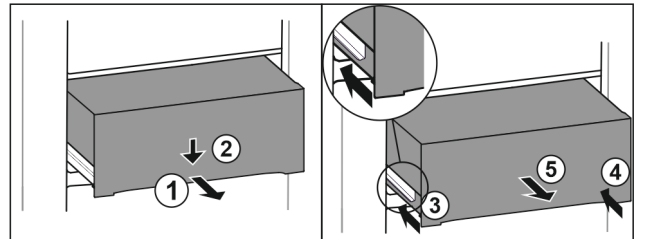

Fig. 113
- ▶ 将抽屉拉出一半。 Fig. 113 (1)
- ▶ 朝下按压正面的抽屉。 Fig. 113 (2)
- ▶ 将左侧轨道推入大约 2 cm。 Fig. 113 (3)
- ▶ 将右侧轨道推入大约 2 cm。 Fig. 113 (4)
- ▶ 朝前取出抽屉。 Fig. 113 (5)